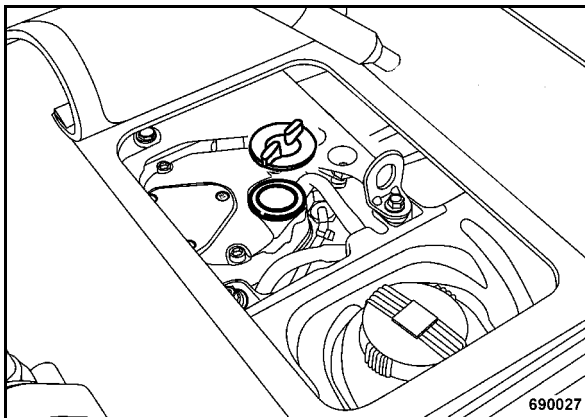

Fig. 57
- Unscrew the oil filler cap (Fig. 57).